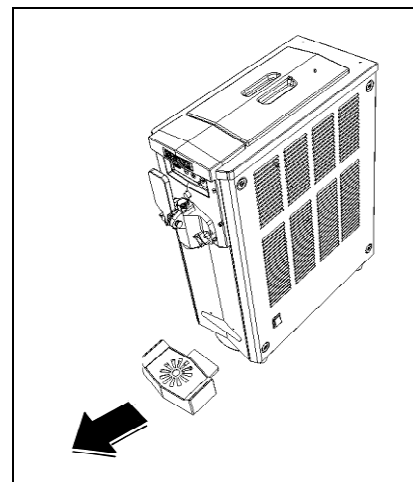

Fig. 16
- **D**esmonte el recogegotas tirándolo levemente hacia afuera (fig.16) y lávelo con esmero con agua caliente y detergente para vajillas.